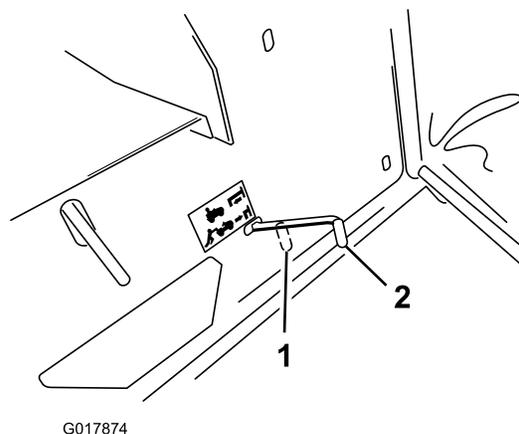

Figure 12
Remarque: Cela a pour effet de débrayer la transmission et de permettre aux roues de tourner librement (Figure 12).
2. Poussez la commande de transmission en position de fonctionnement (Figure 12) pour embrayer la transmission.